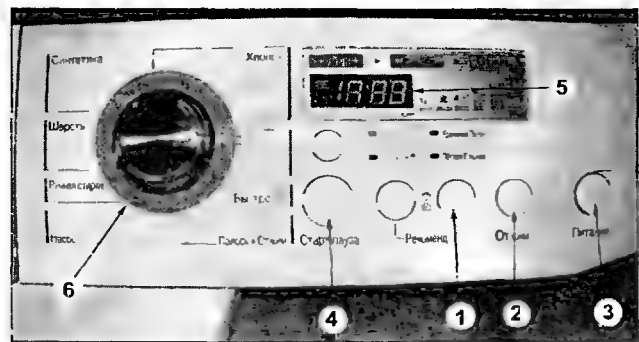

Рис.1.10.1
- освобождают 2 защелки крепления панели управления (на рис. 1.10.1 они показаны стрелками). Наклоняют панель, отключают от нее все соединители. Освобождают нижние защелки и снимают панель;